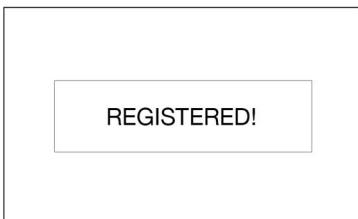

图 17
5. 向脉冲流体管理软件成功注册计量分配阀之后，会显示“已注册”（图 17）。然后，“实用程序”菜单屏幕将会显示。